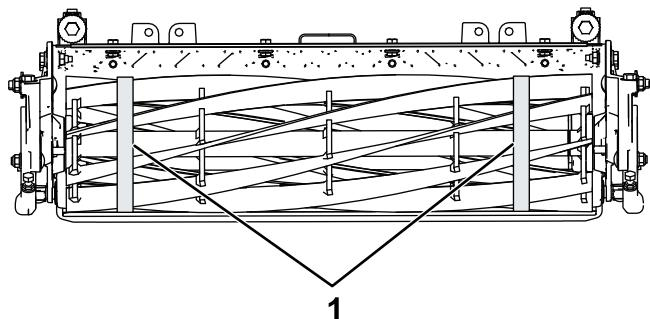

Figura 35
3. Utilizando uma fita de medição do diâmetro, meça o diâmetro externo do cilindro em ambas as extremidades (**Figura 35**); a diferença no diâmetro externo entre as extremidades deve ser inferior a 0,250 mm. Se a diferença for superior, amole para corrigir a diferença.